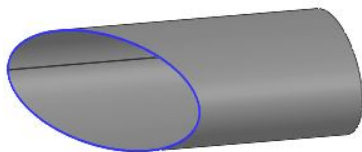

图 2.4.6 切除-拉伸 1
Step5. 创建图 2.4.6 所示的切除-拉伸 1。选择下拉菜单 **插入(I)** → **切除(C)** → **拉伸(S)** 命令；选取图 2.4.5 所示的模型为切除特征，输入切除深度为 100；单击 按钮，完成切除-拉伸特征的创建。